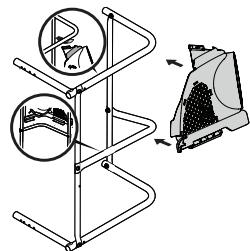

Figura 7
- Ajuste la ventilación de la bolsa (731-12351B) en su lugar, rotando y posicionando la lengüeta superior como se ilustra en la Figura 7, enganchando luego la parte inferior al tubo de montaje de la ventilación de la bolsa (véase el recuadro inferior Figura 7).